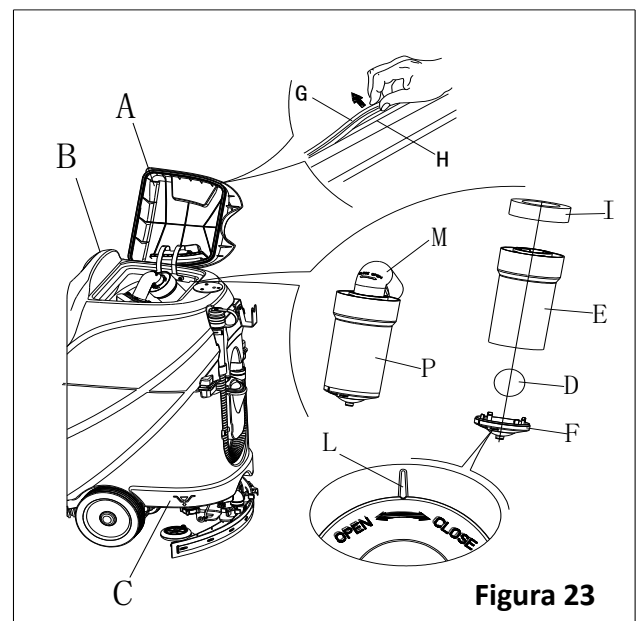

Figura 23
2. Asegúrese que la máquina está apagada y la llave de ignición (40) ha sido retirada.
3. Gire la tapa del tanque de recuperación (A, Figura 23) a la posición de 90 grados, donde se puede despegar del tanque, y luego desmonte el filtro de flotador de bola (P) del tanque.
4. Limpie la tapa del tanque de recuperación (A), tanque de recuperación (B), el tanque de agua limpia (C) y el marco de soporte de filtro del flotador (E). Vacíe el tanque de recuperación usando la manguera de vaciado (15).
5. Si es necesario, siga los símbolos "ABIERTO" y "CERRADO", como se muestra en la Figura 23 para abrir la tapa inferior (F) del filtro del flotador de bola y luego limpiar la bola del flotador (D), el marco de soporte del filtro (E) y la esponja de filtro (I). Después de la limpieza, fijar la bola del flotador (D) en el marco de soporte del filtro (E) y luego alinee la ranura de marca (L) de la tapa inferior (F) del filtro del flotador con la ranura de marca (L) del marco de soporte del filtro del flotador (E). Enrosque la tapa inferior del filtro flotador de bola apretándola bien, y fijar la esponja del filtro (I) en el marco de soporte del filtro del flotador (E). Por último, conecte la manguera de aspiración de agua sucia (M).
7. Compruebe si la superficie de contacto de la tira de sellado (G) de sellado es íntegra y el sellado es suficiente. Si es necesario, saque la tira de sellado del tanque a través de la ranura (H) y reemplácela. Aplique una nueva tira de sellado como se muestra en la Figura 23, la junta debe estar de vuelta en la zona media.
8. Cierre la tapa del tanque de recuperación (A).